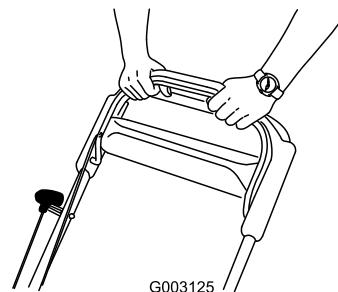

Figure 22
3. Maintenez la barre de commande de la lame contre le guidon (Figure 22).